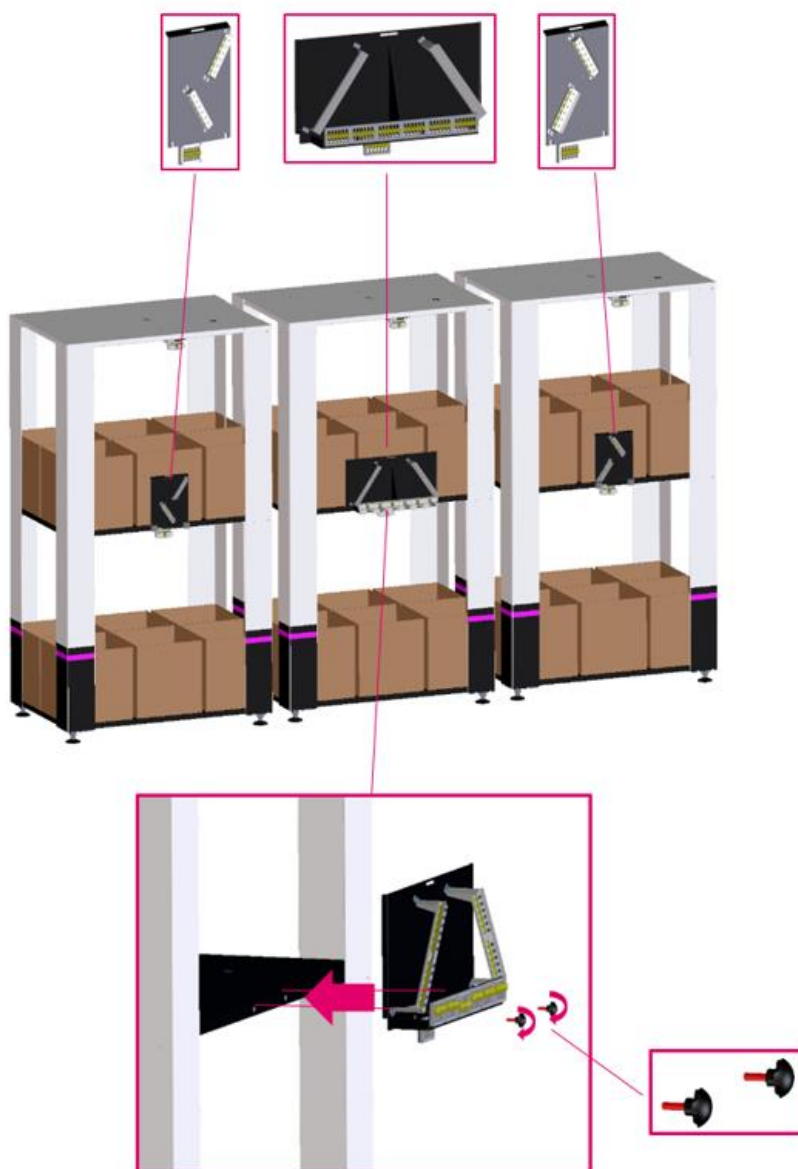

Fig. 11: Montage af styr på ledningslager
2. Styret til centralenhed (XL), og til ekstramodul (XL), monteres herefter på ledningslager (XL), som det fremgår af Fig. 11.